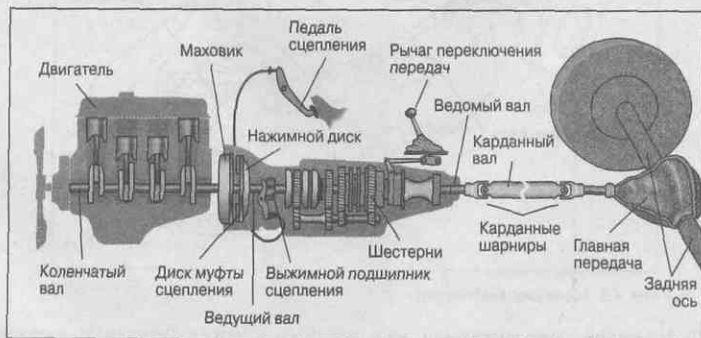

Рис. 4.7. Трансмиссия
12. Когда вы переходите в режим "Drive" (или включаете первую передачу на механической КПП), набор шестерней заставляет вращаться с определенной скоростью всю остальную часть трансмиссии через **карданный вал** (рис. 4.7).